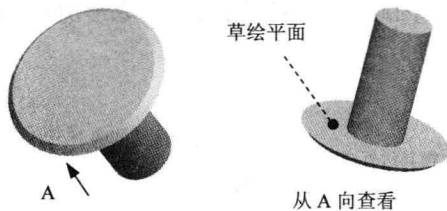
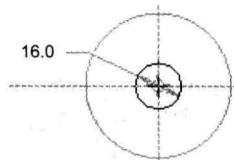

图 1.5 拉伸特征 1
图 1.6 截面草图
(4) 定义旋转角度。在操控板中选择旋转类型为  (即草绘平面以指定的角度值旋转)，在角度文本框中输入角度值 360.0，并按 Enter 键。
(5) 预览特征。在操控板中，单击“预览”按钮 ，可预览所创建的旋转特征。
(6) 完成特征。在操控板中单击“完成”按钮 ，完成特征的创建。
Step3. 创建图 1.5 所示的拉伸特征 1。选择下拉菜单 **插入(I) → 拉伸(E)...** 命令，选取图 1.5 所示的模型表面作为草绘平面，接受默认的参照平面，参照方向为 **顶**；绘制图 1.6 所示的特征截面，深度类型为 ，深度值为 35.0。